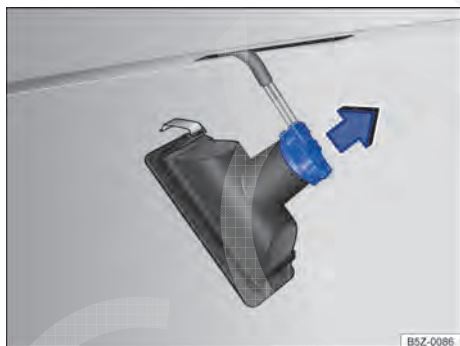

Fig. 183 Lanterna da placa de licença: remover o soquete da lâmpada.
4. Girar o soquete da lâmpada no **sentido anti-horário** e retirar na direção da seta → Fig. 183.